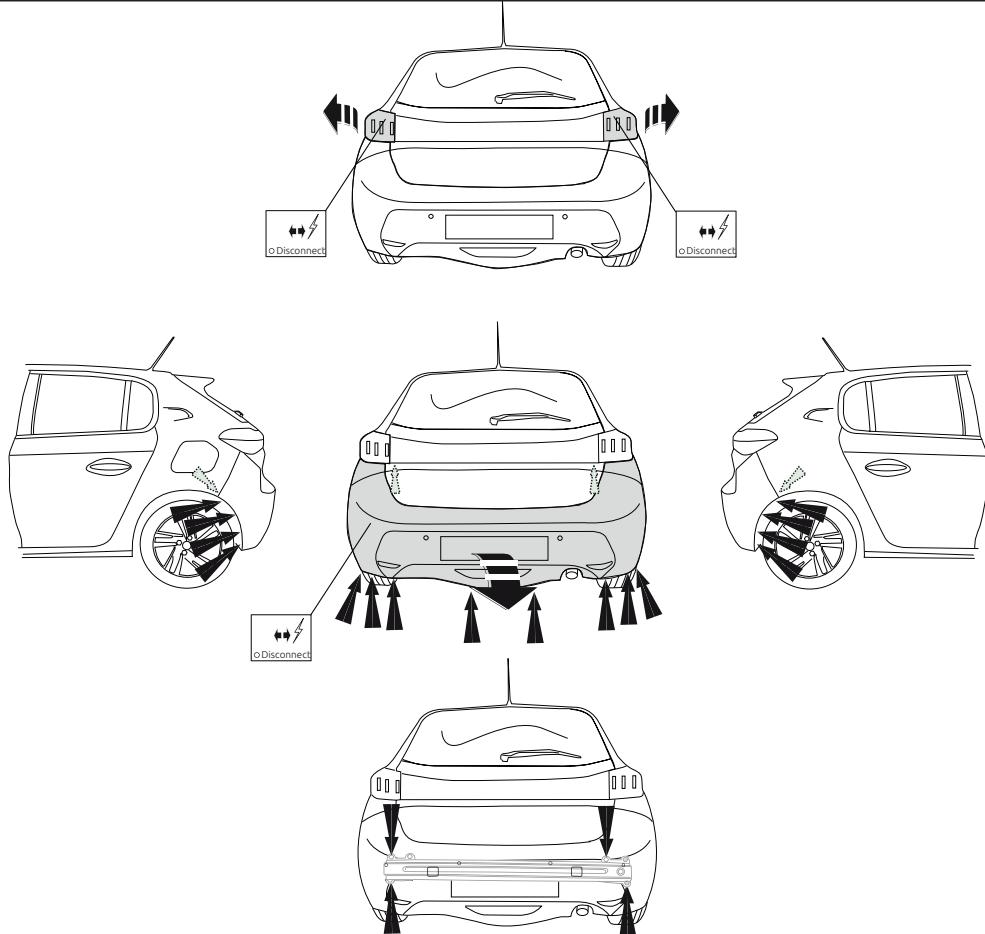

Fig. 1
1. Снять указанные детали. См. рисунок 1.
2. **Если имеется/имеются:** Снять указанные детали. См. рисунок 1.a